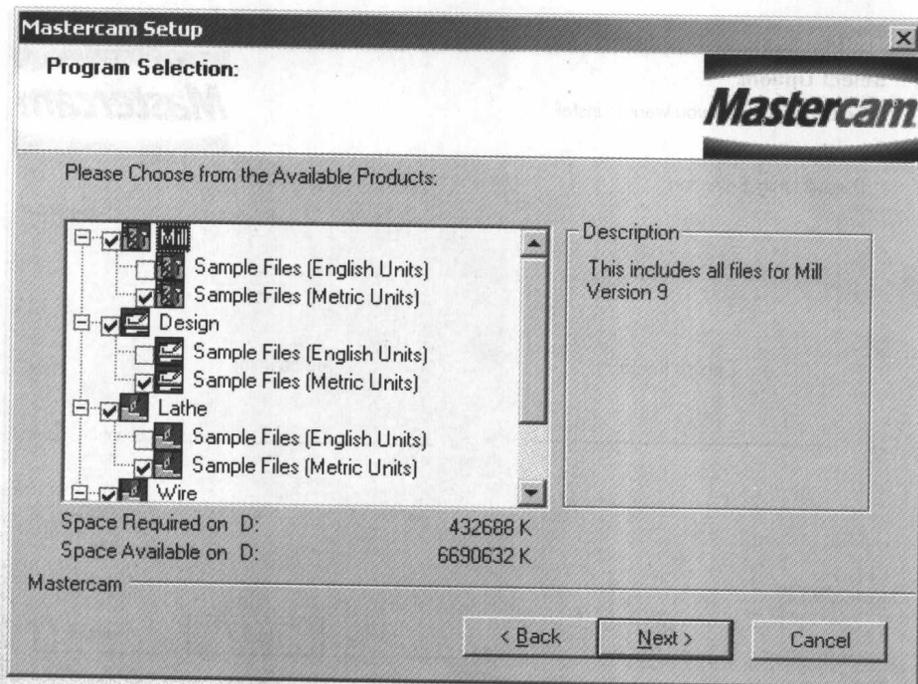

图 1-7 项目选择
7. 系统要求选取安装的功能模块，如图 1-7 所示。可根据需要进行选取，一般情况下全部选取，选取完成后单击【Next】按钮继续安装。